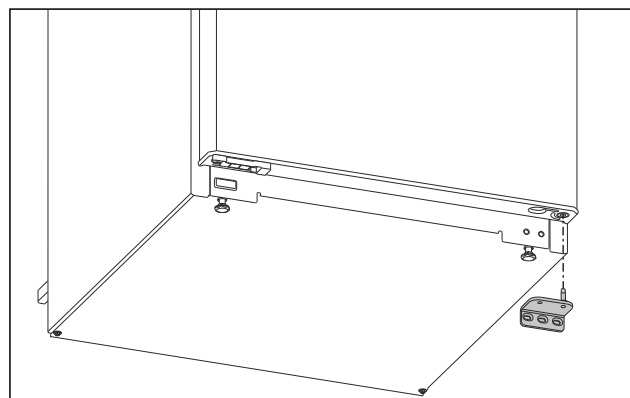

Fig. 7
- ▶ Detașați suportul de lagăr în jos. (vezi Fig. 7)